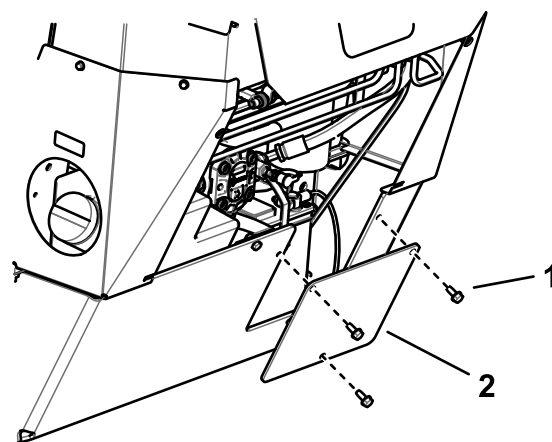

図 37
5. バッテリーアクセスパネルを取り付ける **図 37**。